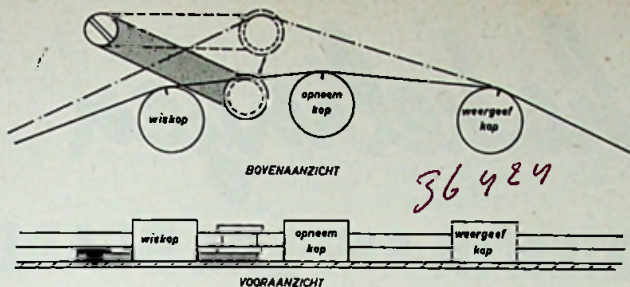

Fig. 11
e.d., een bandlichter te hebben. Dat is een beweegbaar bandsteuntje op het recorderdek, dat tussen de wiskop en de opnamekop in staat (zie fig. 11).